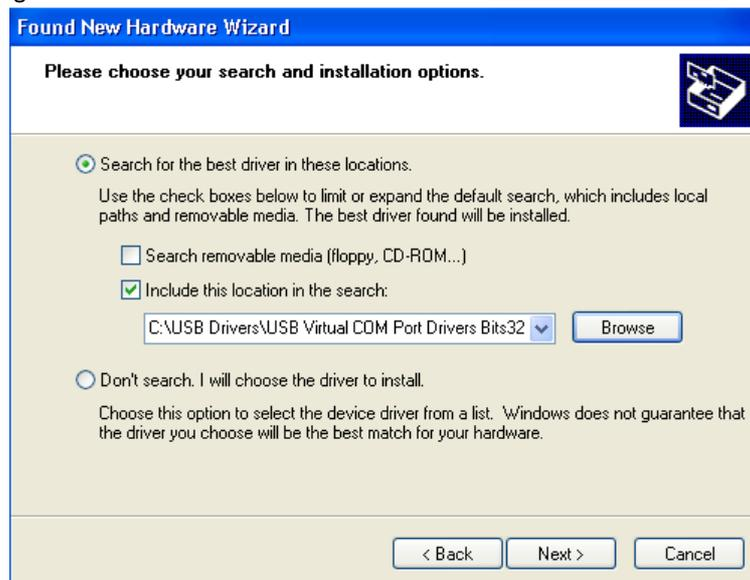

Fig. 2-20
- ◆ Selecione "Search for the best driver in these locations" (Procure pelo melhor driver nesta localização) entre o caminho do arquivo na caixa combo ("C:\USB Drivers\USB Virtual COM Port Drivers Bits32" na Fig.2-20 abaixo) ou procure-o ao clicar no botão de browse (navegação). Uma vez que o caminho do arquivo foi inserido na caixa, clique próximo para prosseguir.